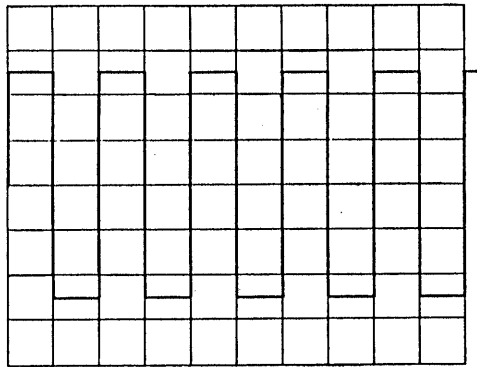

図4-4
- 5) AC-GND-DCスイッチを AC に切り換えると、図4-4のように波形が観測できます。